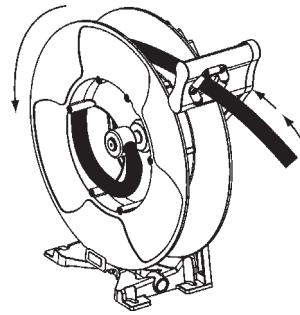

Fig. 14
3. Gently pull the hose, it is automatically winded (Fig 14).
3. Gently pull the hose, the hose is automatically winded (Fig 14).
3. Tirar suavemente de la manguera hasta que quede liberada del trinquete y se recoja por si misma (fig. 14).